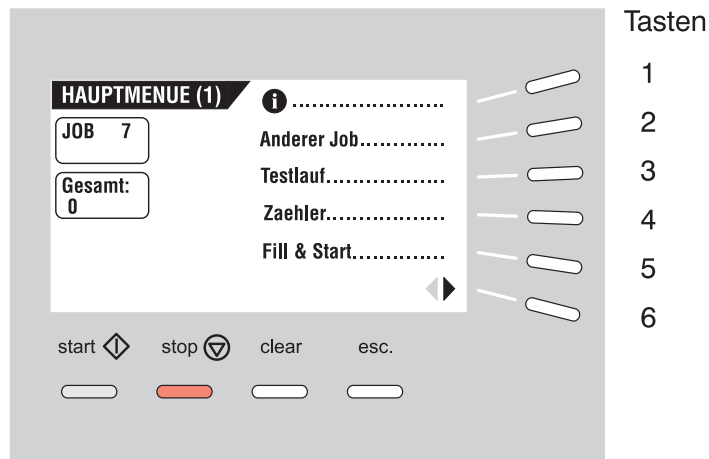

Abb. 9
Die Maschine kann mit dem Geräteschalter A ein- und ausgeschaltet werden. Nach dem Starten erscheint im Display HAUPTMENUE (1) (siehe Abb. 9).